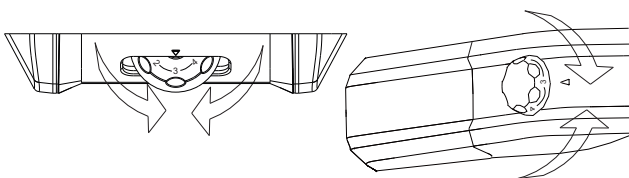

Fig.5
- El ajuste de la temperatura de los compartimentos se realiza girando la perilla del termostato (fig. 5). Seleccione la posición deseada: